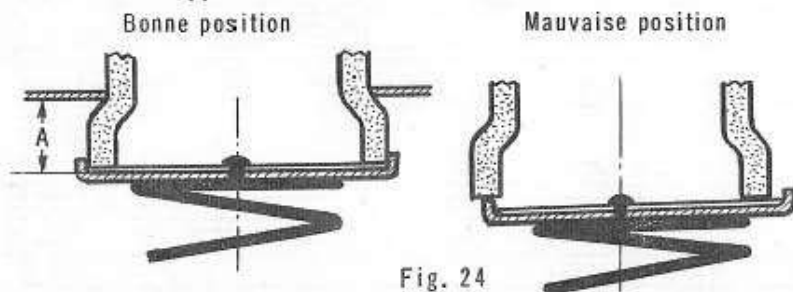

Fig. 24
- 12) Fermer le couvercle, s'assurer que le bouchon coiffe correctement la durite (Fig. 24).